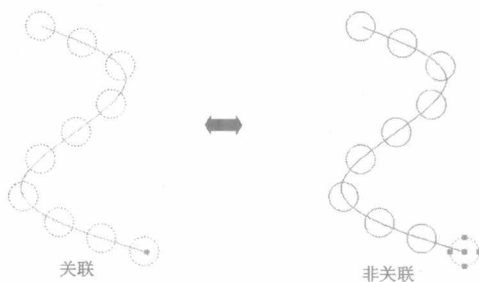

图 1-2 关联与非关联
- 关联：项目包含在单个阵列对象中，类似于块。编辑阵列对象的特性，例如，间距或项目数；替代项目特性或替换项目的源对象；编辑项目的源对象以更改参照这些源对象的所有项目，如图 1-2 所示（左）。
- 非关联：阵列中的项目将创建为独立的对象。更改一个项目不影响其他项目，如图 1-2 所示（右）。